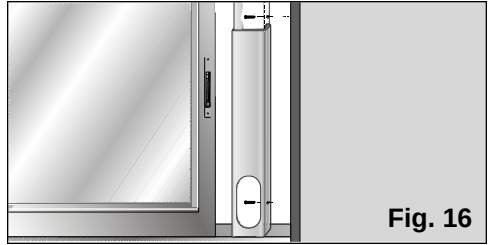

Fig. 16
- Om dit vast te zetten op het raam of het balkon beschikt u over twee laterale gaatjes. Met twee schroefjes (niet bij het onderdeel geleverd) kan de gebruiker de gleuf vast zetten op de raampost of vastmaken aan de muur zonder dat er gevaar bestaat dat de gleuf zich verplaatst of kan vallen, **Fig. 16.**